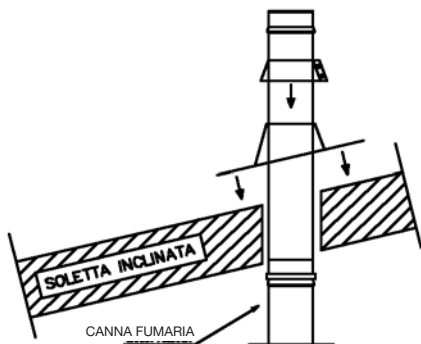

FIG. 4A Schema di montaggio del faldale inclinato con fascetta antintemperie
5.2. Schema di montaggio per canne fumarie collettive asservite ad apparecchi di tipo B (fig. 4A e 4B)